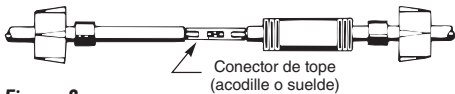

Figura 8
6. Introduzca el extremo del cable en el conector de tope y doble (consulte la Figura 8). Asegúrese de que los colores del cable y del hilo del motor coincidan.